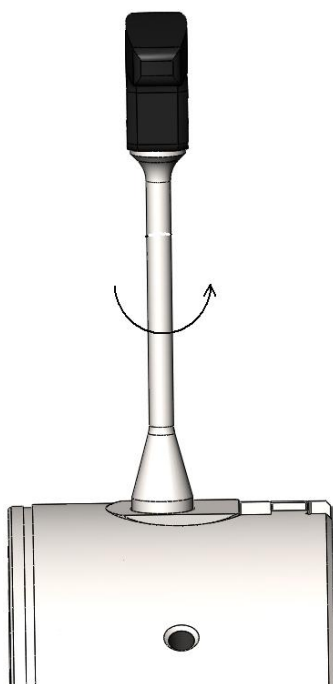

Рис. 14. Освобождение блокировочного механизма
- вставить ключ до упора и повернуть его на  $90^{\circ}$  в левую сторону (против часовой стрелки), чтобы освободить механизм блокировки кулачка и вставить его в направляющую патрона Рис. 14